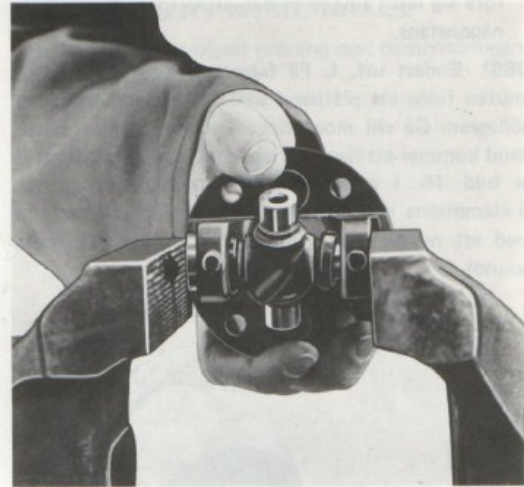

Bild 14. Inpressning av lagerhållare
3. För över axelkorset så långt det går till ena sidan av gaffeln och sätt på ett nållager med hållare på denna sida av korset. Pressa sedan, med hjälp av skruvstycket (bild 14), in lagret i jämnhöjd med gaffeln.